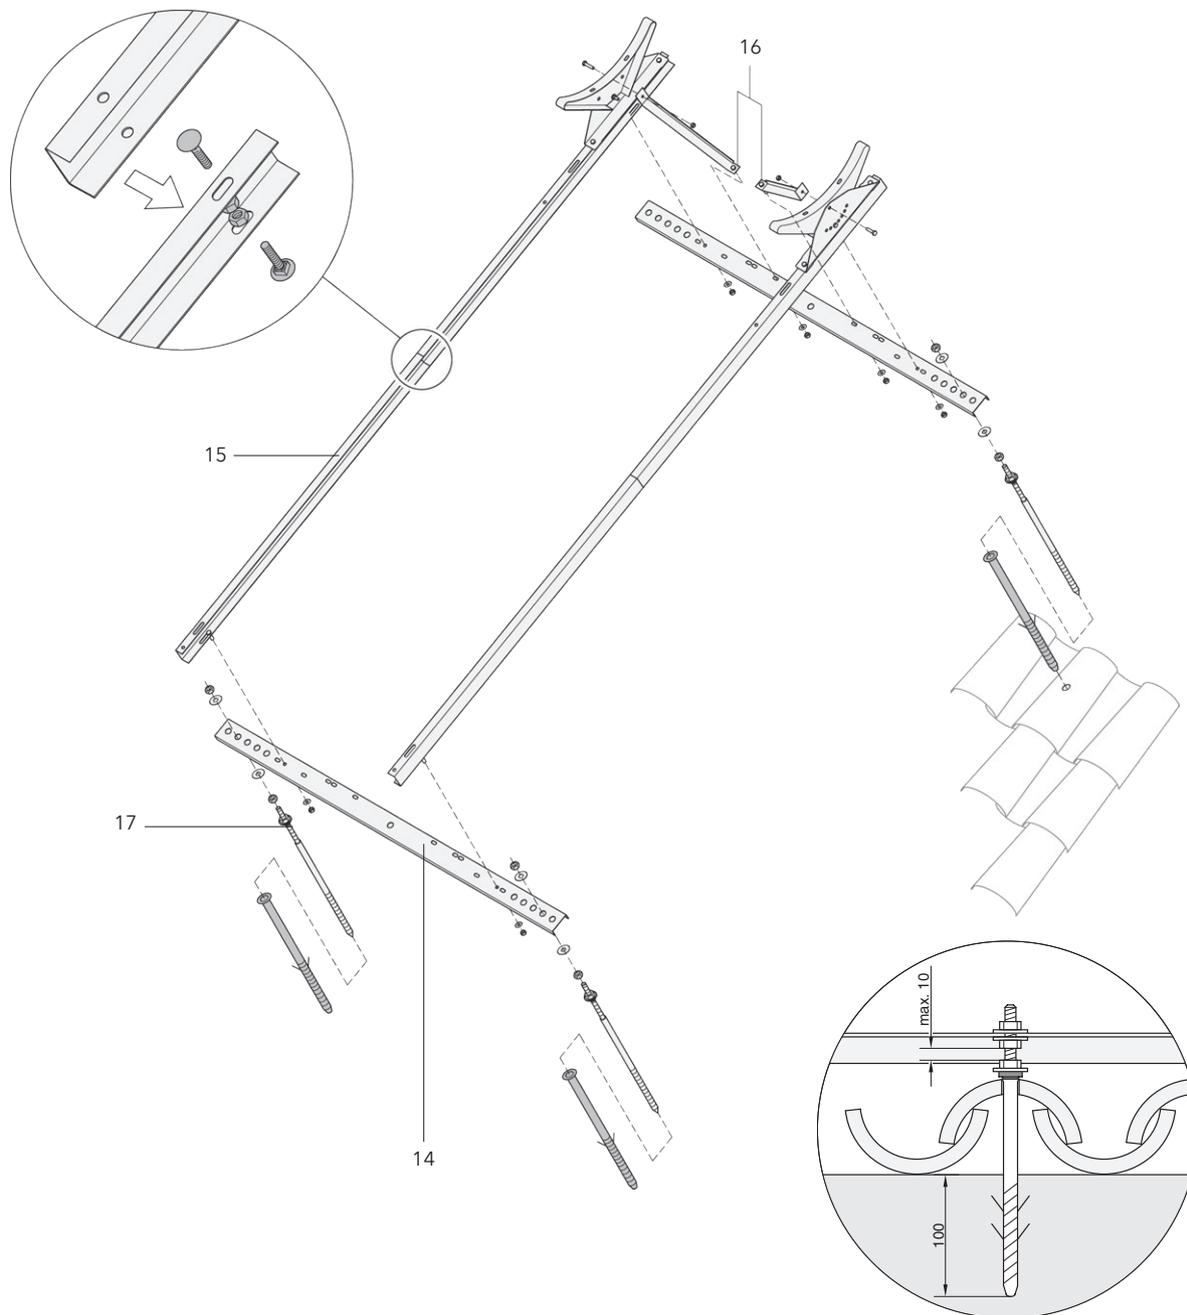
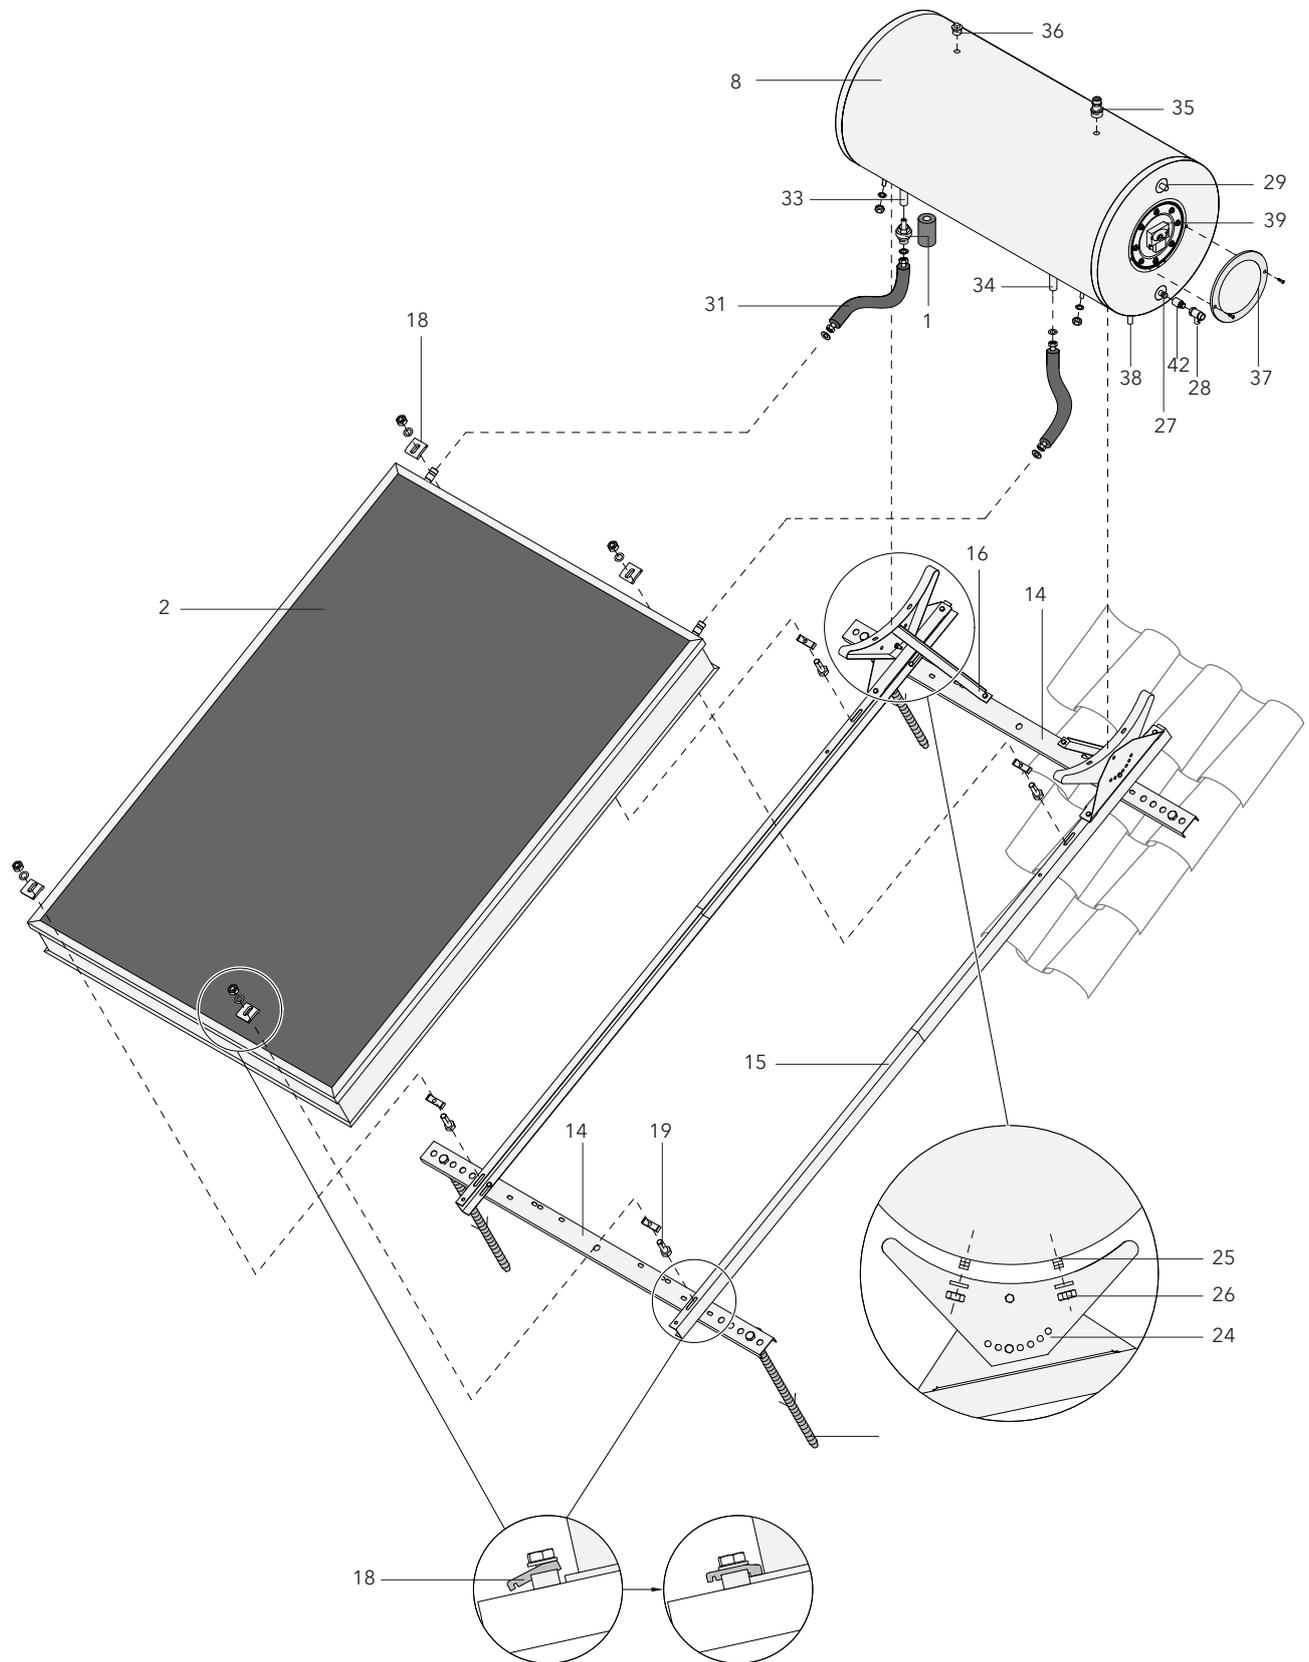

Abb. 10 Lieferumfang vom Gestell und Gestellmontage von SECUterm 160 I und 200 I (Positionsnummern s. Tab. 3)
Abb. 11 Lieferumfang sowie Kollektor- und Speichermontage von SECUterm 160 l und 200 l (Positionsnummern s. Tab. 3)
- Während des Betriebs kann im Störfall am Sicherheitsventil des Solarkreises (Abb. 11 bzw. Abb. 13 Pos. 35) und am Sicherheitsventil des Kaltwasseranschlusses (Abb. 11 bzw. Abb. 13 Pos. 28) Dampf austreten. Es besteht dann Verbrühungsgefahr!
Tab. 3 Positionsnummern aus Abb. 10 und Abb. 11
- Vormontieren des Gestells am Boden (Abb. 10):
- Befestigung auf dem Dach (Abb. 10):
- Zunächst die beiden unteren Klemmen vormontieren (Abb. 11). Dazu jeweils die Klemmen (18) mit Unterlegscheibe, Mutter und Schraube (19) an den Längsschienen (15) zunächst locker befestigen, so dass das Klemmenoberteil noch verschiebbar ist (vgl. Bildlupe unten). Die Randstege des Klemmenunterteils müssen dabei nach oben gerichtet sein!
- Kollektor (2) aufbringen und auf mittigen Sitz kontrollieren.
- Den Speicher (8) auf die Speicherhalterungen (24) mit den vier Gewindebolzen (25) in die entsprechenden Bohrungen der Halterungen einsetzen (Abb. 11, Lupe). Die Trinkwasseranschlüsse müssen sich dabei auf der rechten Seite des Speichers befinden (Abb. 11).
- Speicher beidseitig mit zwei Muttern und Unterlegscheiben (26) festschrauben.
- Vormontieren des Gestells am Boden (Abb. 10): Die beiden Querschienen (14) mit den Längsschienen (15) im Abstand von 94 cm an den vorgesehenen Bohrungen und anschließend mit Stabilisatoren (16) verbinden.
- Befestigung auf dem Dach (Abb. 10): Vormontierten Rahmen an gewünschter Position auf dem Dach ablegen, um geeignete Bohrpositionen für die Dachanker (17) zu ermitteln. Es werden 6 Stockschrauben mit Dübeln benötigt. Die dazu nötigen Bohrungen am Dach müssen sich jeweils auf Erhebungen der Dacheindeckung befinden (vgl. Bildlupe mit Querschnitt). Gestell mit mittiger Bohrung entsprechend am Dach ablegen und geeignete randliche Bohrlöcher und Bohrpositionen auf den Ziegeln festlegen (siehe 5 große Bohrlöcher auf beiden Seiten der Querschienen sowie zentrale Bohrung). Auf hinreichende Tragfähigkeit des Baugrundes und das Einhalten der angegebenen Maße ist zu achten (vgl. EN 1991)! Der ins Bohrloch